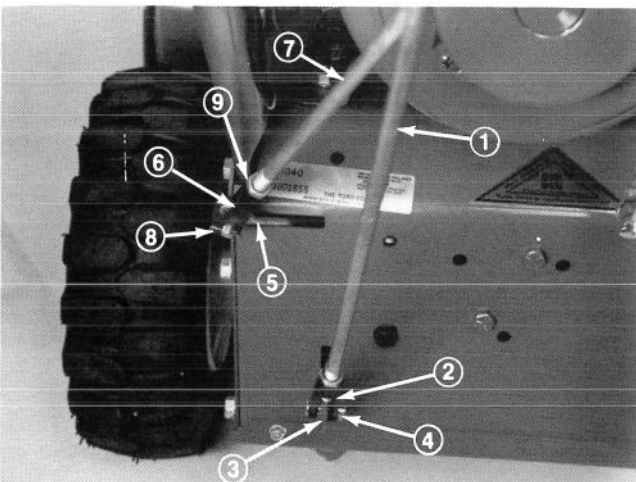

Abb. 6
2. Den Gangschalthebel weiterhin festhalten, die lange Stange nach oben drücken und den Gabelkopf verdrehen, bis sich die Bohrung in der Gabel mit der Bohrung im Verbindungshebel deckt (Abb. 6). Dann den Bolzen durch Gabelkopf und Verbindungshebel schieben und mit dem Splint sichern (Abb. 6).
4. Den Schaltarm ganz nach links schieben (Abb. 6) und dann den Gabelkopf am Ende der kurzen Stange so verdrehen, dass sich die Bohrungen in Gabelkopf und Schaltarm decken (Abb. 6). Nun den Gabelkopf und Schaltarm mit dem Bolzen verbinden und mittels Splint sichern (Abb. 6).
5. Die Kontermutter oben an beiden Gabelköpfen festziehen (Abb. 6).